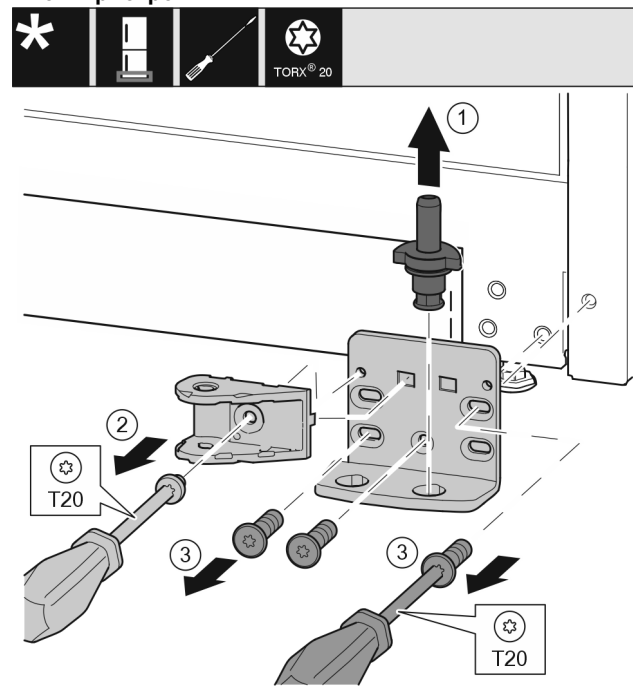

Fig. 34 *
- ▶ Опорний гвинт цілком витягніть рухом вгору. Fig. 34 (1)*
- ▶ Викрутіть гвинт за допомогою викрутки T20 та зніміть з'єднувальний елемент демфера. Fig. 34 (2)
- ▶ Викрутіть гвинти за допомогою викрутки T20 та зніміть опорний кронштейн. Fig. 34 (3)*